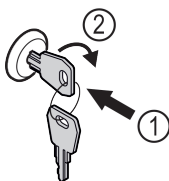

Fig. 180 Näitlik kujutis
- Vajutage võti sisse Fig. 180 (1).
- Keerake võtit 90° päripäeva Fig. 180 (2).